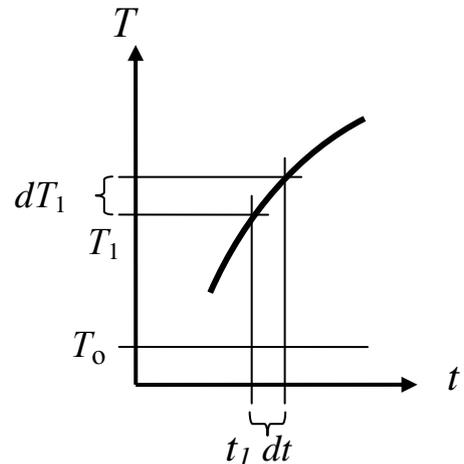

Рис. 1. Изменение температуры капсулы в процессе нагревания.
Напишем **уравнение теплового баланса для нагревания образца**, например, в стакан с водой помещаем нагреватель – вода греется. Но теплая вода остывает, потому, что температура в комнате ниже температуры воды. Мощность электрического нагревателя  $W=IU$ . Тогда энергия  $\delta Q$ , получаемая от нагревателя за **малое время  $dt$**  в некоторый момент времени  $t_1$  (рис.1), равна  $Wdt$ . Эта энергия расходуется на:
$T_1$  – температура в капсуле с водой в некоторый момент времени  $t_1$  (рис.1),
Величину теплового потока  $J$  при температуре  $T_{кр}$  можно найти, поскольку он равен потоку от эталонного образца, взятого при той же температуре  $T = T_{кр}$ , (т.е. в точке С на рис.1), и согласно (9) он равен